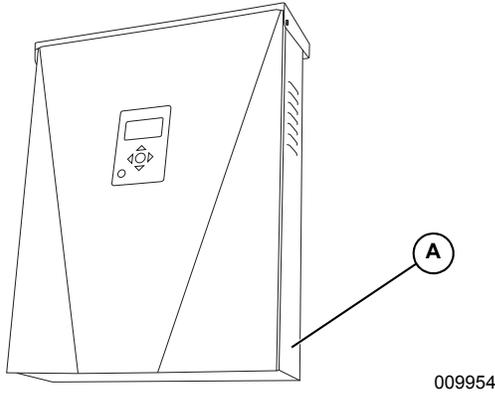

Figura 2-1. Ubicación del número de serie
Consulte la **Figura 2-1** para ubicar el número de serie de la unidad (A). Registre la información que se proporciona en esta etiqueta en la **Tabla 1: Información importante del inversor PWRcell de Generac** en el interior de la portada de este manual. Cuando solicite asistencia, es posible que se le pida esta información.